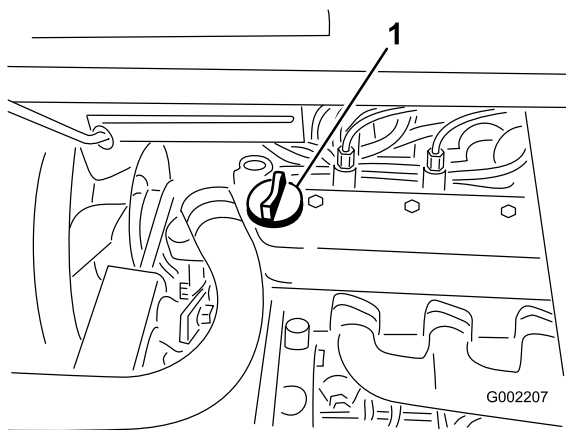

Figura 40
3. Si el nivel de aceite es bajo, retire el tapón de llenado de la cubierta de la válvula (Figura 40) y vierta aceite por el orificio hasta que el nivel llegue a la marca Lleno de la varilla; consulte el tipo y la viscosidad correctos en la sección Mantenimiento del aceite del motor. Añada el aceite lentamente y compruebe el nivel a menudo durante este proceso. No llene demasiado.